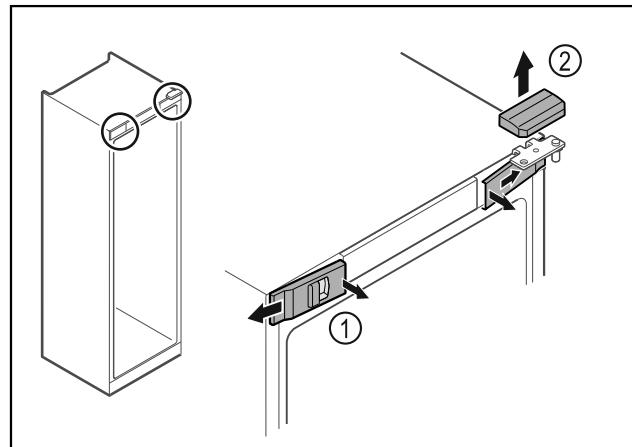

Fig. 14
- Izvadite prednje poklopce Fig. 14 (1) iznutra i skinite ih na stranu.
- Skinite gornji poklopac Fig. 14 (2) prema gore.